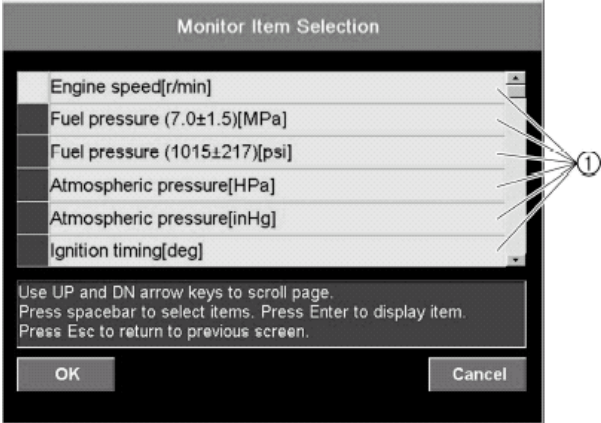

Рис. 48
2. Выбрать элемент или щелчком по нему или нажатием клавиши курсора вверх или вниз на клавиатуре, и затем нажать клавишу "пробел". (Рис. 48)
3. Щелкнуть **Ввод(OK)** или нажать Enter на клавиатуре. появится Окно **Мониторинг двигателя(Engine monitor)**. Чтобы отменить мониторинг, щелкните **Отмена(Cancel)** или нажмите, Esc на клавиатуре. (Рис. 48)